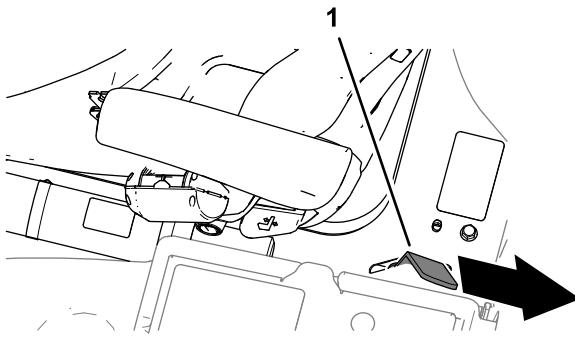

Bild 44
3. Senken Sie die Plattform vollständig ab und schieben Sie den Sperrriegelgriff der Plattform zum Heck der Maschine, bis der Riegel ganz in der Sperrstange einrastet (Bild 44).